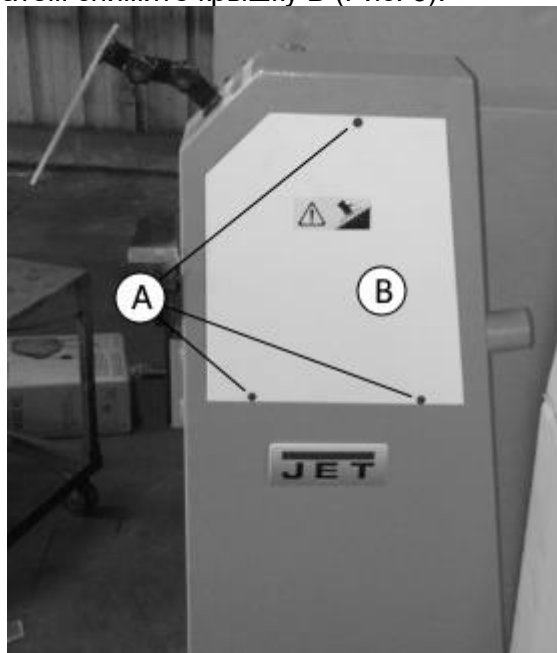

Рис. 3
1. При помощи ключа открутите винты А (Рис. 3). И затем снимите крышку В (Рис. 3).